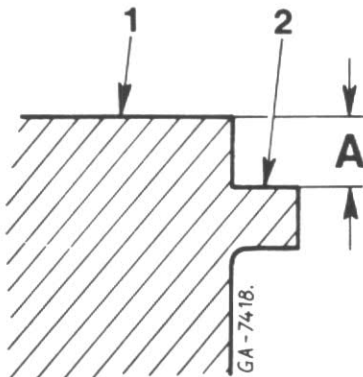

Figure 81
IMPORTANT: Avant de placer les cales d'épaisseur, il faut vérifier la profondeur de l'alésage (A) fig. 81 à quatre endroits équidistants de l'alésage à l'aide d'une jauge de profondeur. La tolérance maximum autorisée de ces relevés ne doit pas dépasser 0,04 mm. Si cette valeur dépasse 0,04 mm, il faut retoucher l'alésage. Voir "Rectification de l'alésage du carter moteur.
1. Vérifiez la profondeur de l'alésage (A), fig. 81 et rectifiez-le le cas échéant.
NOTE: La profondeur des rebords est limitée. Ne dépassez pas la profondeur max. autorisée. Voir (A2), fig. 81.